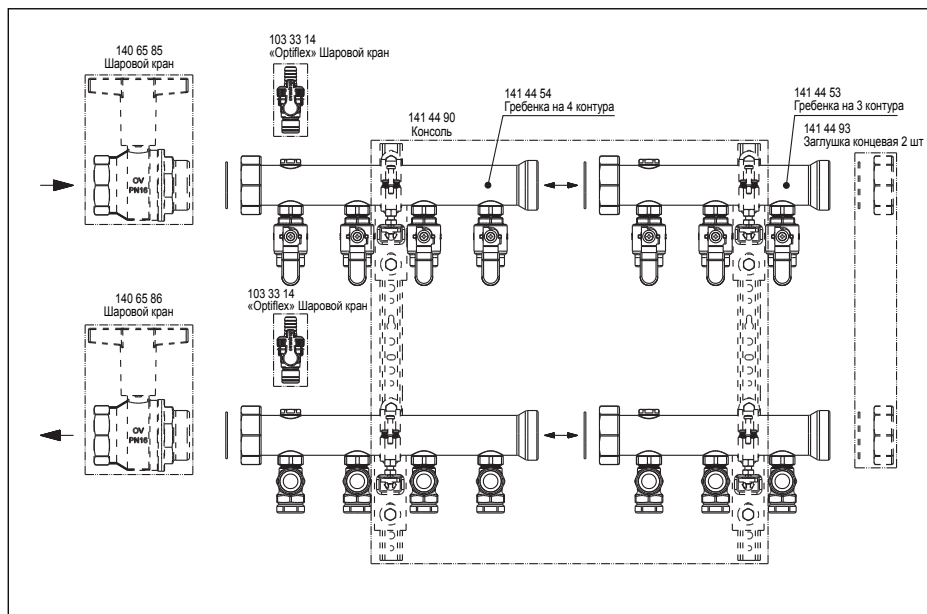

Рис. 10.1: Системные компоненты
- В качестве комплектующих предлагаются следующие системные компоненты (см. также рис. 10.1):
Подающая и обратная балка уже смонтированы и проверены на герметичность. Отдельные модули монтируются с помощью накидных гаек (G2 НР с плоским уплотнением) (рис. 10.1). Подающая балка (сверху) и обратная балка (снизу) устанавливаются на консоли (комплектующие: арт. № 141 44 90) (рис. 10.1).
Заполнение системы до гребенки „Multidis SFI“ производится при полностью открытых шаровых кранах через подводящие трубопроводы. Для отвода воздуха, используются шаровые краны „Optiflex“ (комплектующие: арт. № 103 33 14). Они монтируются на присоединении G1/2 любого модуля подающего и обратного коллектора (рис. 10.1).